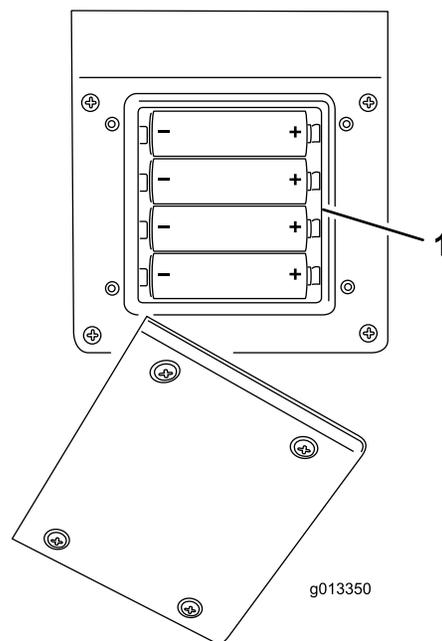

図 48
3. 新しい電池を入れる； 向きに注意すること。(電池を正しく入れないと、機械が損傷することはないが、操作ができない。) 電池を入れる箇所にはプラス・マイナスの表示がある (図 48)。電池は浮いたりしないようしっかりと差し込むこと。